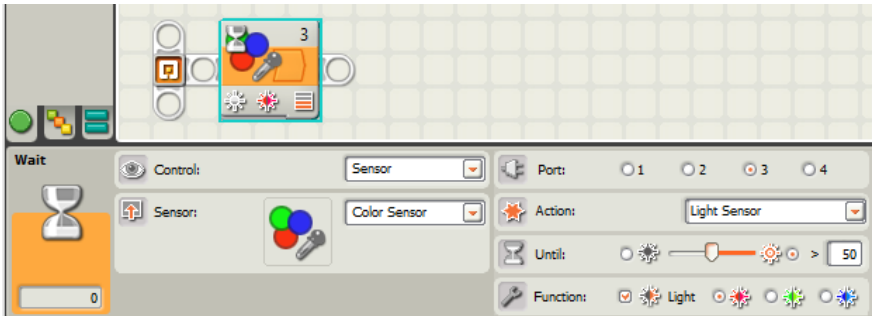

Рис. 3.5. Настройки блока *Wait Color Sensor* в режиме измерения освещённости
Датчик цвета из нашего набора может работать в двух режимах: собственно датчик цвета, и датчик *света*, измеряющий освещённость. Переключите в настройках блока **Wait Color Sensor** датчик цвета в режим датчика освещённости. Для этого в поле **Action** выберите **Light Sensor** (рис. 3.5). Обратите внимание, что внешний вид блока **Wait** изменился.
- поле *Until* читается: «до тех пор пока освещённость не станет...». Так, на рис. 3.5 ожидается событие «уровень освещённости > 50», что означает выполнение действия, предшествующего блоку *Wait* до тех пор, пока освещённость не станет > 50;